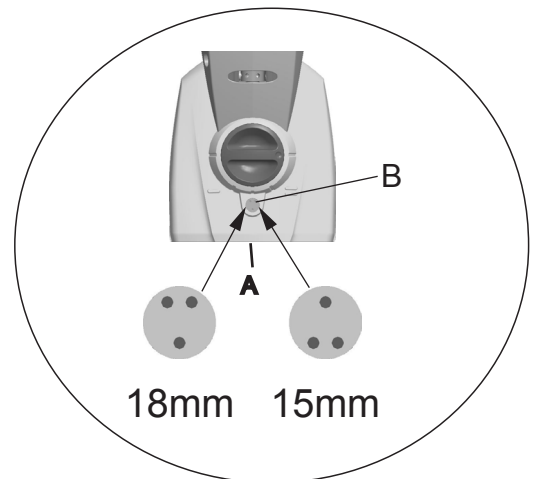

Fig. 4
- A l'aide d'une clé Allen (2,5 mm), desserrer la vis (A) de quelques tours.
- A l'aide d'un tournevis, régler la vis de réglage (B) sur 15 ou 18 mm de longueur de pattes, voir Fig. 4.
- Resserrer la vis (A).